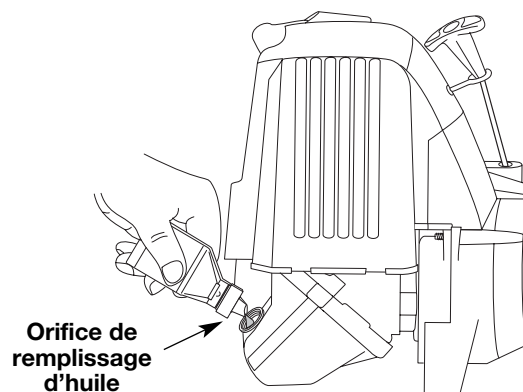

Fig. 8
4. Versez tout le contenu de la bouteille d'huile dans le carter-moteur (Fig. 8).